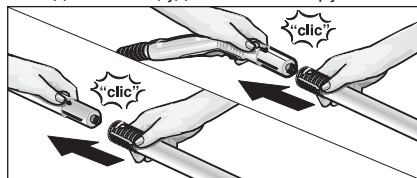

Рис. 3: Присоединение удлинительных трубок
- При необходимости пользуйтесь удлинительной трубкой (G1). В этом случае одну или обе удлинительные трубки (G1) присоединить к паровому пистолету (C1) (см. рис. 3). После этого наденьте нужную вам насадку (D1,E1,F1,H1) на свободный конец удлинительной трубки.